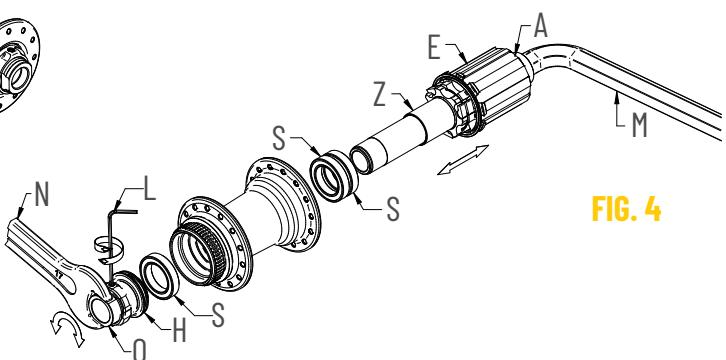
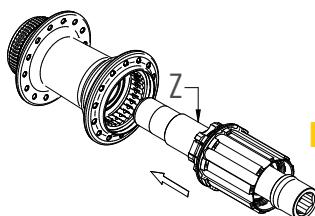

FIG. 4
FIG. 5
- Inserite una chiave a brugola da 12 (M) sul lato destro del mozzo (Fig. 4).
- Con l'ausilio di una chiave tradizionale (N), svitate lo scontro (O). Sfilate il perno del mozzo posteriore con il corpo ruota libera (E). Se necessario, a questo punto potete:
- Sostituire i cuscinetti (S) del corpo mozzo.
- Sfilare dal perno il corpo ruota libera con il relativo distanziale (Z) e procedere alla pulizia dei cricchetti. **Attenzione: i cuscinetti del corpo ruota libera NON sono sostituibili.**
- Terminata la manutenzione, infilate il corpo ruota libera con il relativo distanziale (Z) nel perno (Fig. 5).
- Inserite il perno nel corpo del mozzo facendo molta attenzione al corretto posizionamento dei cricchetti (Fig. 4).